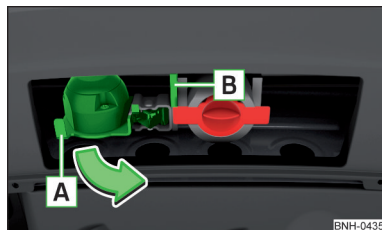

Fig. 220
- Agarrar el enchufe de 13 polos por el mango **A** y girarlo en el sentido de la flecha » fig. 220.